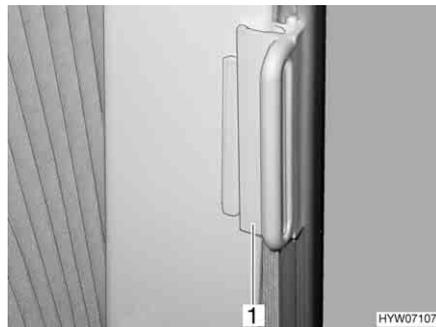

Bild 23 Verriegelung Faltscheibe Fahrer-/Beifahrerfenster
- Die Faltscheiben für das Fahrerfenster und das Beifahrerfenster mit dem Griff (Bild 23,1) auf den Aufsatz schieben. Die Faltscheibe ist gesichert.